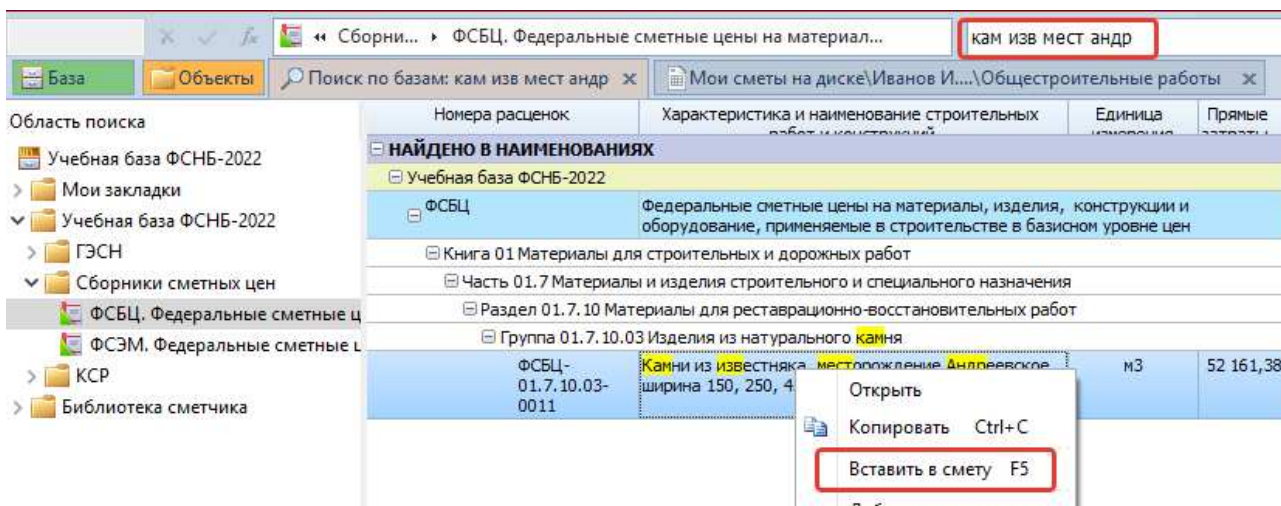

Рисунок 5.6. Поиск и добавление неучтённого ресурса из нормативной базы
- Используя путь **База → Учебная база ФСНБ-2022 → Сборники сметных цен** откройте **ФСБЦ. Федеральные сметные цены на материалы, изделия, конструкции и оборудование, применяемые в строительстве в базисном уровне цен** (рис. 5.6).